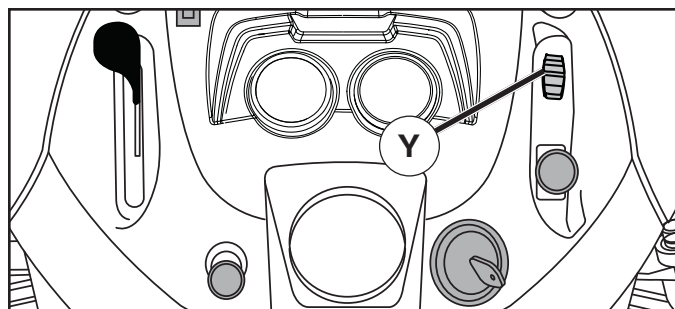

Fig. 15
POUR UTILISER LA COMMANDE DE BLOCAGE DE DIFFÉRENTIEL (Y) (Voir Fig. 15)